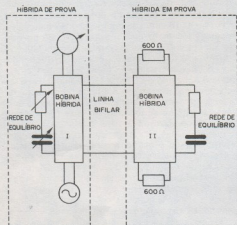

FIGURA 6
Na figura 6 vê-se um arranjo típico para medir a perda de retorno da híbrida II, entre a linha bifilar e a rede de equilíbrio, no qual o resultado da medição depende, principalmente, da qualidade de terminação que fornece a união híbrida II na linha a 2 fios.
Nessa disposição, figura 6, se conecta um oscilador e medidor de nível (ou voltímetro) nos dois lados de 4 fios da bobina híbrida de prova (I); o lado de 2 fios da híbrida I é ligado ao lado de 2 fios da híbrida II que está em exame. Os lados de 4 fios da bobina híbrida II são terminados por resistências não reativas de 600 ohms, mesmo que as redes de equilíbrio sejam constituídas por uma resistência em série com um capacitor.